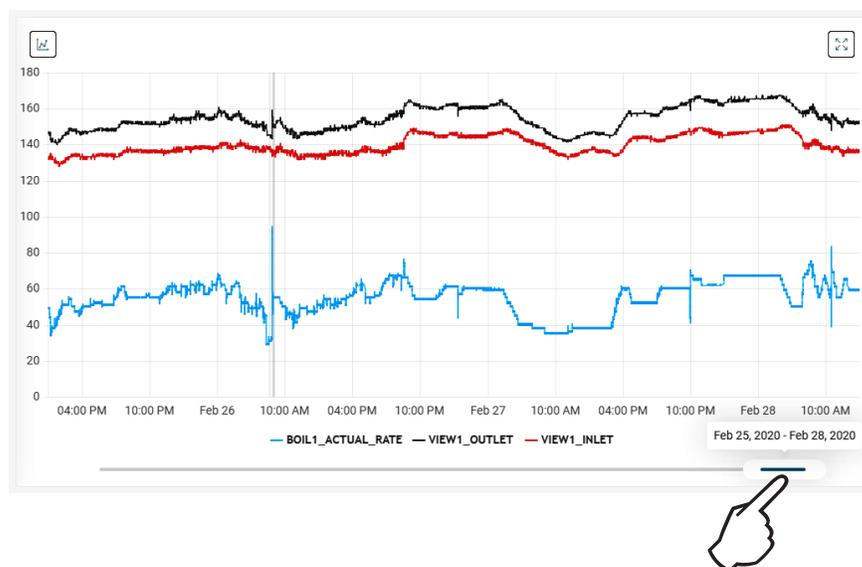

Figure 75. Sélection de l'intervalle de temps
8. La glissière qui se trouve sous le graphique sert aussi à modifier la plage de temps affichée, voir **Figure 75**.